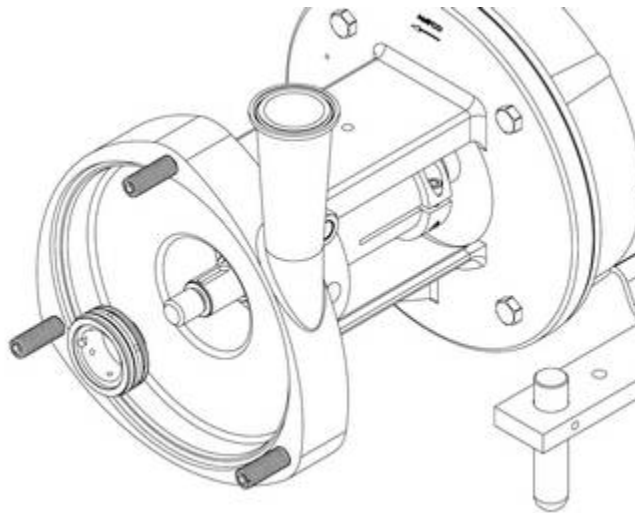

Abb. 7
9. Entfernen Sie die stationäre Dichtung, nachdem sie aus der Öffnung geschoben wurde (siehe Abb. 7).